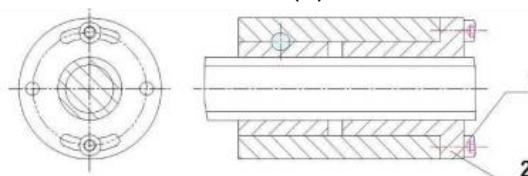

Рис.11
Ослабьте винт (1) Рис.11, отрегулируйте гайку (2) до тех пор, пока не будет ощущаться небольшое сопротивление при перемещении стола, затем затяните винт (1).